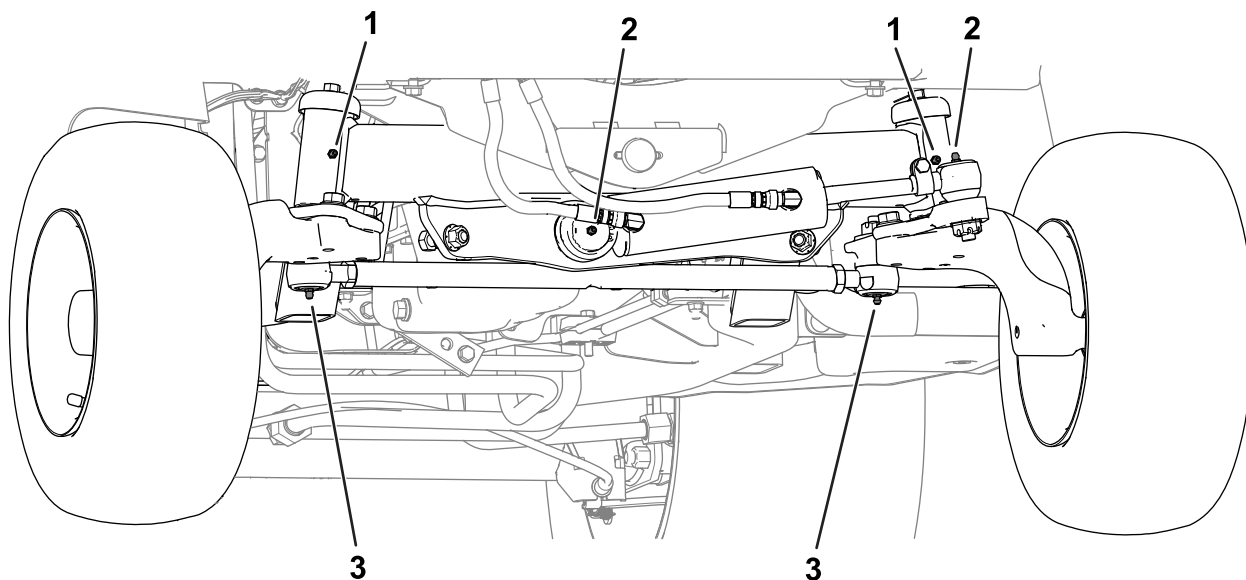

Figure 48
- **Arrière de la machine (Figure 48) :**
- Rotule de vérin hydraulique (2)
- Moyeux de pivot de fusée (2)
- Embouts de biellettes (2)